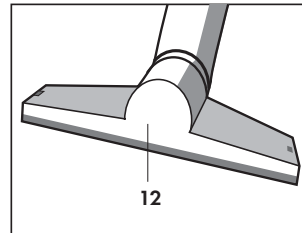

Fig. 12
BROSSE MULTI-USAGES (Fig. 12)
Pour nettoyer les moquettes et les tissus, décharger la condensation avant d'opérer sur le tissu en appuyant sur l'interrupteur rouge (10) situé sur la poignée (9) (Fig. 12).